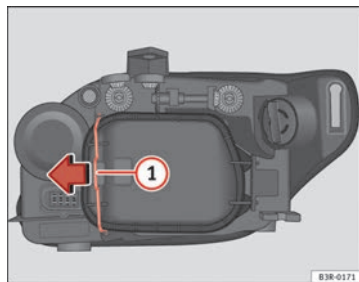

Fig. 215 Luz de posición (lado interior vehículo)
- Desplace el tirante ⇒ fig. 215 ① en el sentido de la flecha y saque la tapa rígida separando primero el lado del tirante y sacando después las dos pestañas del extremo contrario de la tapa.